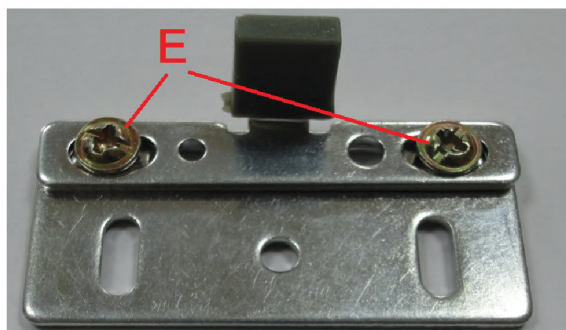

Рис. 10
- 10- Окончательную регулировку взаимного расположения кронштейна с поводком, выполняют ослабив саморезы 6, которыми крепится сам кронштейн или винты Е см. рис. 10. Затем, перемещая сам кронштейн и планку с поводком относительно кронштейна, добиваются плотного прилегания двери к стенке шкафа в конце хода доводчика. Эту операцию регулировки выполняют без снятия двери, переместив её в положение открыто, что обеспечит доступ к кронштейну для регулировки.